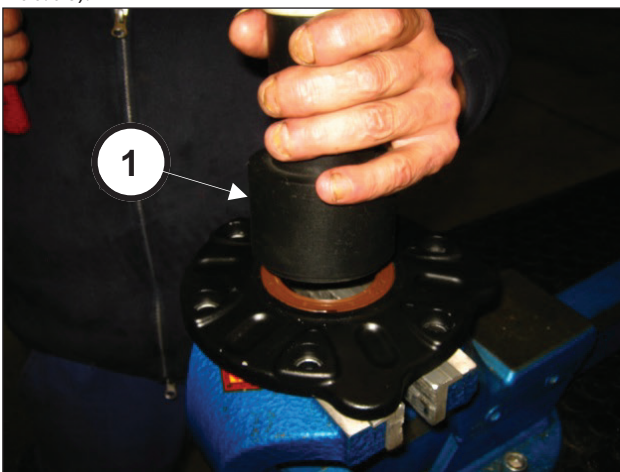

Abb. 90
Setzen Sie den Ölabbstreifring in den Ritzeldeckel ein. Verwenden Sie hierfür das Werkzeug Art. 27634900 (Pos. ①, Abb. 90).